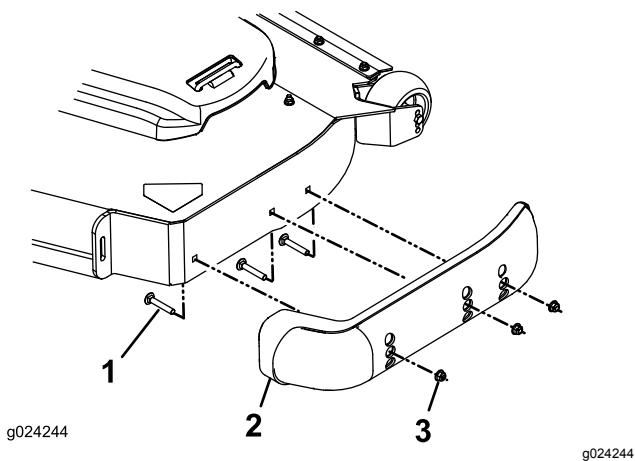

Figura 36
3. Retire os parafusos de carroçaria e as porcas de cada patim (Figura 36).